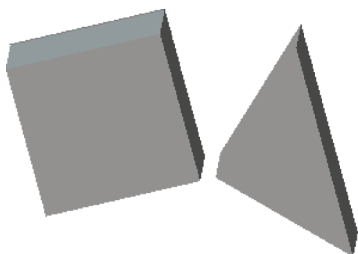

图 11-34 “角度偏移”约束元件
STEP 04 单击“元件放置”选项卡中的“完成”按钮, 即可“角度偏移”约束元件, 效果如图 11-34 所示。